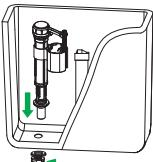

Рис. 4 / 4-сур.
2. Закрепите выпускной клапан в сливном бачке, как показано на рис. 4.